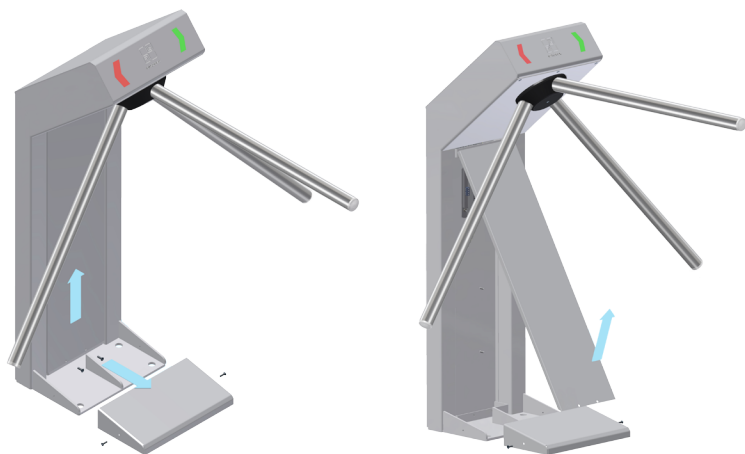

Рисунок 13 – Разборка кожухов турникета.
- 1 Сначала снять нижний, а затем центральный кожухи (рис. 13).
- 6 После ввода кабелей через крепежные отверстия в основании турникета установить шурупы (рис. 13). Выровнять турникет. Зажать шурупы.